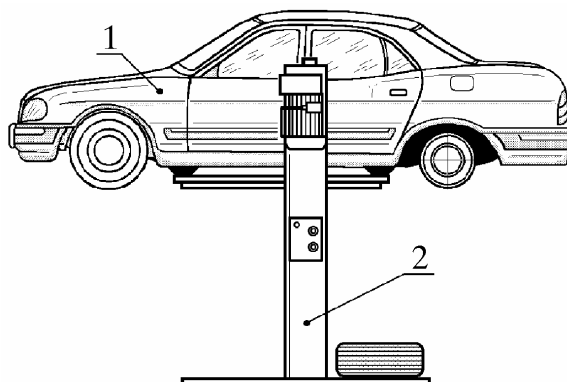

Рис. 2. Поднятие автомобиля подъемником:
4.4. Поднять автомобиль 1 подъемником 2 (рис. 2), на удобную высоту, выполняя при этом требования техники безопасности, изложенные в инструкции по эксплуатации подъемника (подъемник типа П-174).